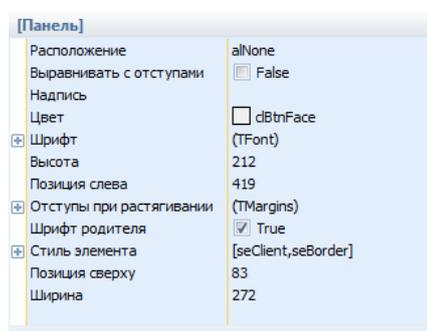

Рисунок 3.26 – Свойства компонента «Панель»
- «Панель» – компонент пользовательского интерфейса, позволяет вставить панель, которая используется, например, для разграничения рабочего поля на части. В поле инспектора объектов можно задать свойства панели (рисунок 3.26):